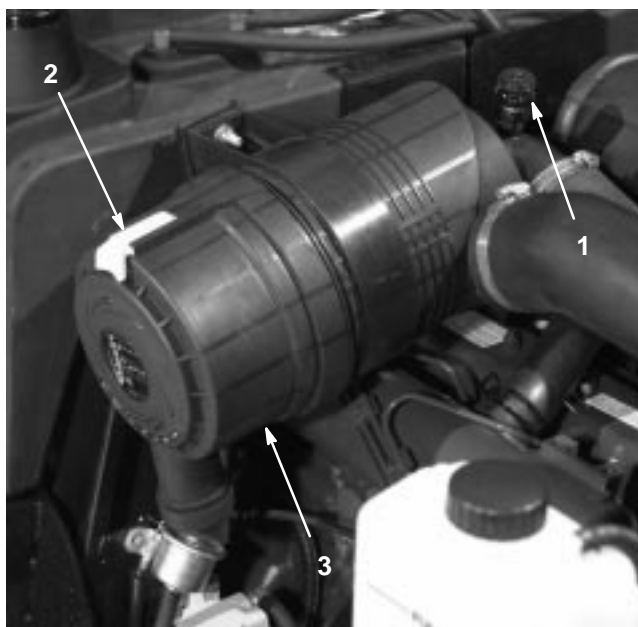

Bild 45
Warten Sie die Luftfilter, wenn die Luftfilteranzeige (Bild 45) Rot anzeigt oder alle 400 Stunden (bei einer sehr staubigen oder schmutzigen Umgebung häufiger). Warten Sie die Luftfilter nicht zu häufig.
1. Ziehen Sie den Verschluss nach außen und drehen den Luftfilterdeckel entgegen dem Uhrzeigersinn. Entfernen Sie den Deckel vom Körper (Bild 45). Reinigen Sie die Innenseite des Luftfilterdeckels.
8. Stellen Sie die Anzeige (Bild 45) zurück, wenn sie auf Rot steht.